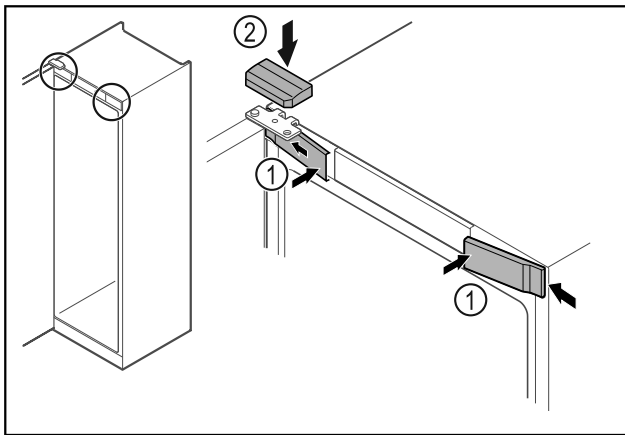

Fig. 27
- ▶ Bočno zakvačite prednje poklopce Fig. 27 (1) i uglavite ih.
- ▶ Uglavite gornji poklopac Fig. 27 (2) odozgo.